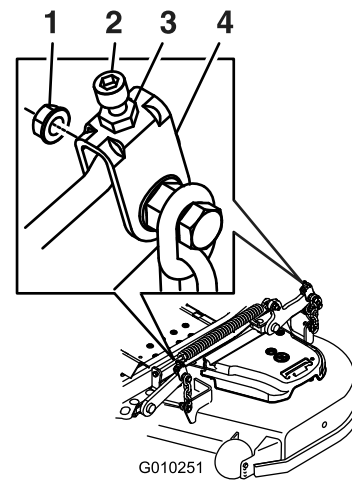
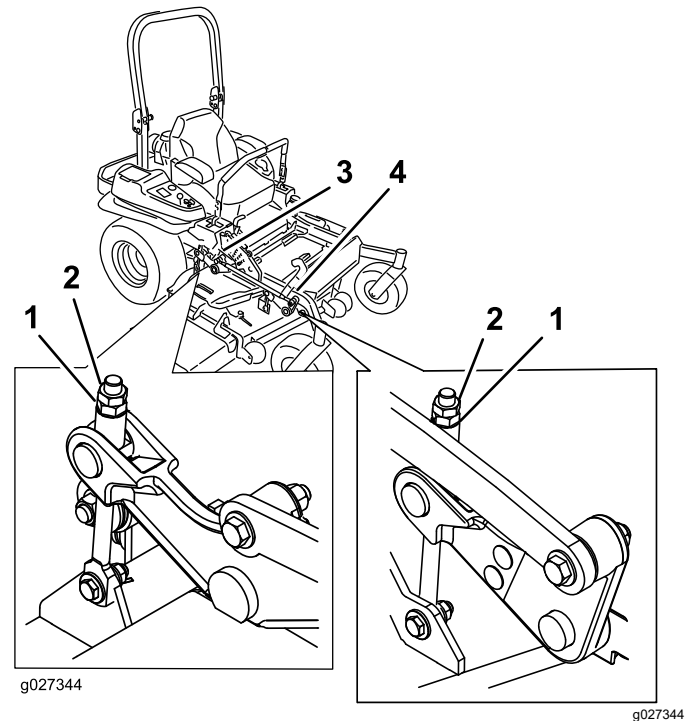

Figura 118
Figura 119
10. Gire la tuerca de ajuste del conjunto de elevación de la carcasa delantera para modificar la altura (Figura 118 o Figura 119).
16. Gire el tornillo de ajuste hasta obtener una altura de 8.3 cm ($3\frac{1}{4}$ ") (Figura 119).